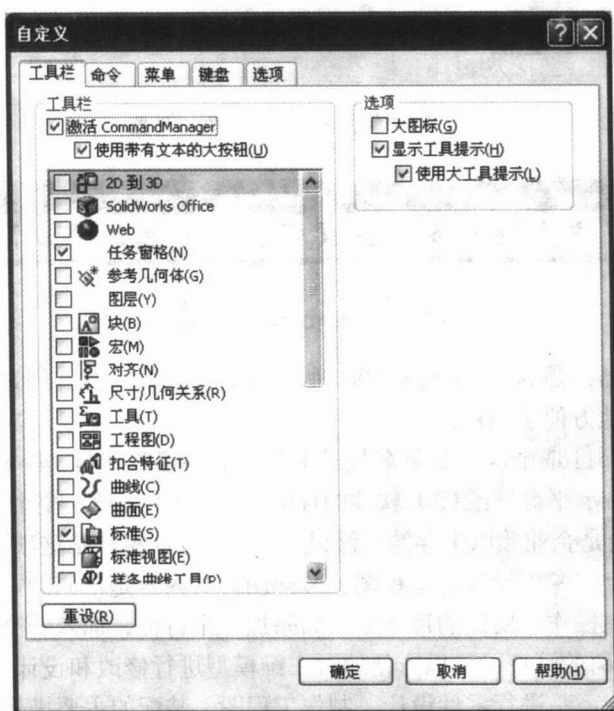

图 1-5 “自定义”对话框的“工具栏”选项卡
(1) 打开零件、工程图或装配体文件。
(2) 选择“工具”|“自定义”或在工具栏区域右击,在弹出的快捷菜单中选择“自定义”。则会弹出“自定义”对话框,如图 1-5 所示。